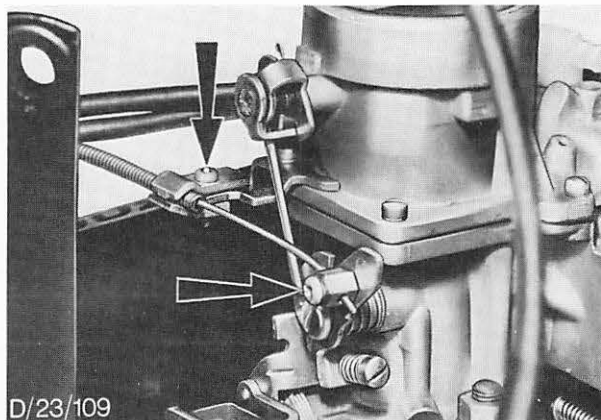

Abb. 155 Klemmschrauben – Zugdraht und Außenhülle des Startvergaser-Betätigungszugs (Starterklappenmechanismus) am Vergaser
4. Einstellung des Betätigungsuges – Startvergaser prüfen und ggf. berichtigen. Abb. 155.